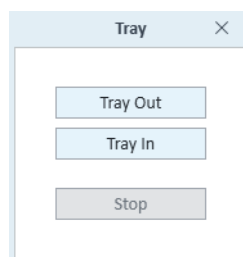

Figure 8. Boîte de dialogue du widget du plateau
- 1 Cliquer sur le Tray Widget (Widget Plateau) pour afficher la boîte de dialogue Tray Widget (Widget Plateau) (voir **Figure 8**).